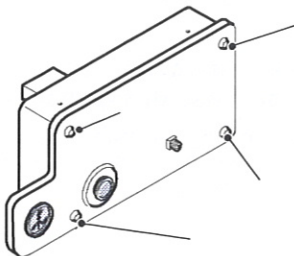

fig. 7.3
- 1 Togliere le quattro viti del pannello comandi e rimuovere il coperchio (fig. 7.3).